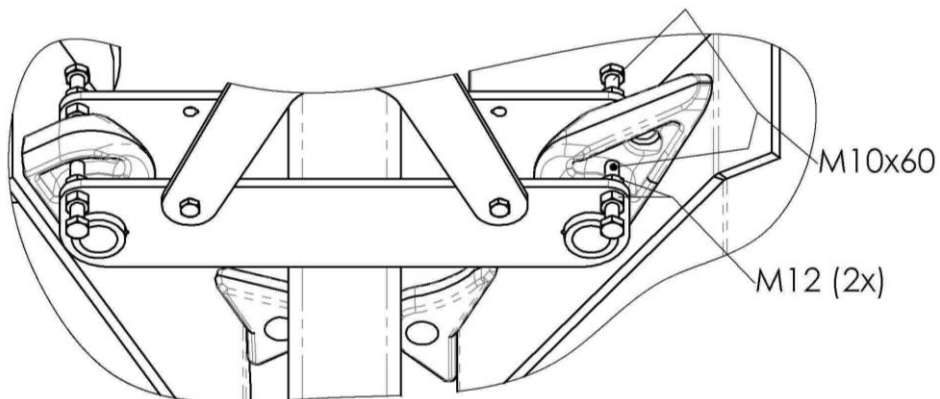

Bild 5 - Sicherung der Frontlader Werkzeuge
- d. Das eingehängte Werkzeug muß zusätzlich gegen unbeabsichtigtes Herausheben und Herabfallen gesichert werden (Bild 5). Hierzu werden zwei Schrauben je Haken beidseitig in die Aussparungen jedes Hakens geführt und mit den Kontermuttern gesichert. So kann zwar noch die Neigung des Werkzeugs verändert werden, aber ein Abheben von der Hakenwelle wird verhindert. Ohne diese Sicherungsmaßnahme darf das Werkzeug nicht im Werkzeugständer verbleiben. Werkzeuge, deren Haken nicht die entsprechenden Aussparungen aufweisen, dürfen nicht verwendet werden.